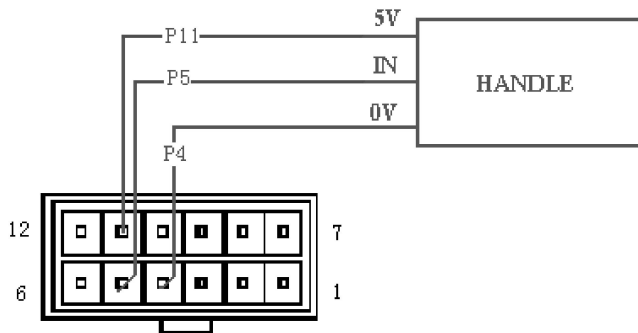

图 8
- 3、霍尔手柄与控制器（请选用霍尔手柄式控制器）的接线（见图 8）。
使用速度调节霍尔手柄按照图 8 所示，在 P11，P4，P5 端子之间连接上霍尔手柄